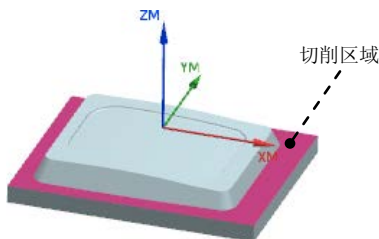

图 6.11 指定切削区域
Step2. 在图形区选取图 6.11 所示的切削区域, 单击“切削区域”对话框中的 **确定** 按钮, 系统返回到“面铣削区域”对话框。